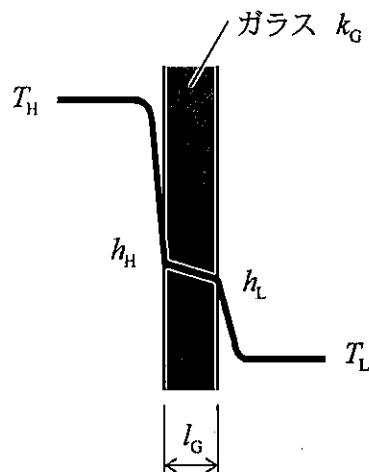

図 1 一枚ガラスの場合
1) 図 1 に示すようなガラスが一枚の場合において、ガラスの厚さを  $l_G$  [m]、熱伝導率を  $k_G$  [W/(m·K)] とし、高温側の空気温度を  $T_H$  [°C]、熱伝達率を  $h_H$  [W/(m2·K)]、低温側の空気温度を  $T_L$  [°C]、熱伝達率を  $h_L$  [W/(m2·K)] とする。